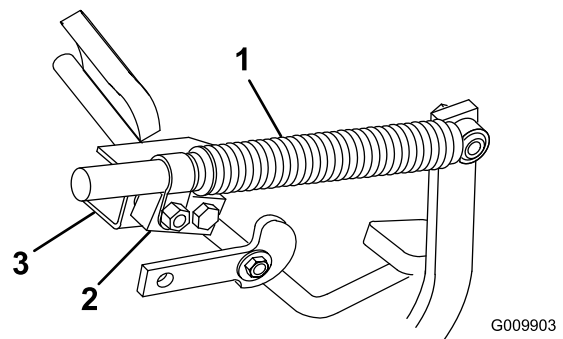

図 59
2. ダンパ・ピボットをダンパ・ブラケットに固定しているロックナットをゆるめる (図 59)。